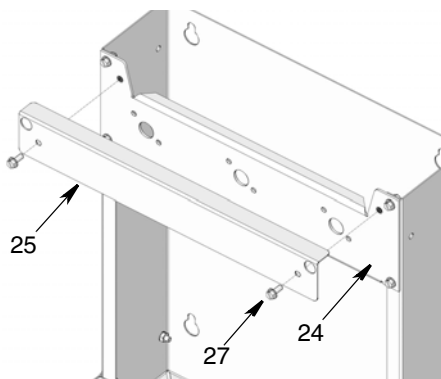

图 7
4. 使用螺丝 (27) 和现有的孔将盖板 (25) 连接到流量计安装板 (24)。拧紧螺丝。有关这些零配件的正确安装方向，请参考图 7。